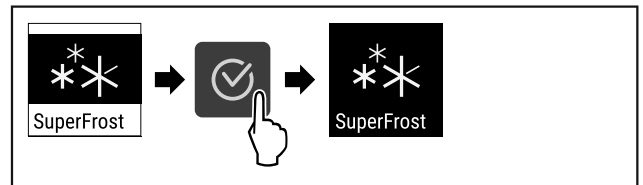

Fig. 66
- ▶ Udfør handlingstrinene (se Fig. 66) .